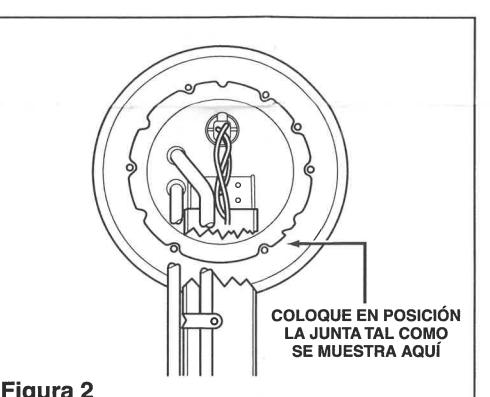

Figura 2
- P) Quite el antiguo sello de tanque e instale el nuevo sello de tanque en la brida del soporte de bomba. (Véase la Figura 2.)